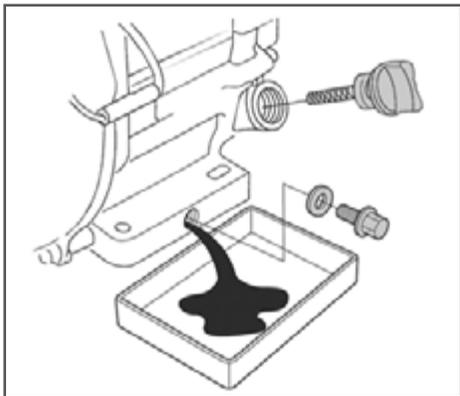

Рис. 15 Замена масла в двигателе
4. Очистите от загрязнений зону вокруг маслозаливной горловины. Извлеките крышку-щуп из маслозаливной горловины (Рис. 15) и протрите щуп чистой ветошью.
5. Открутите пробку для слива масла и слейте отработанное масло в подготовленную для этого емкость (Рис. 15).